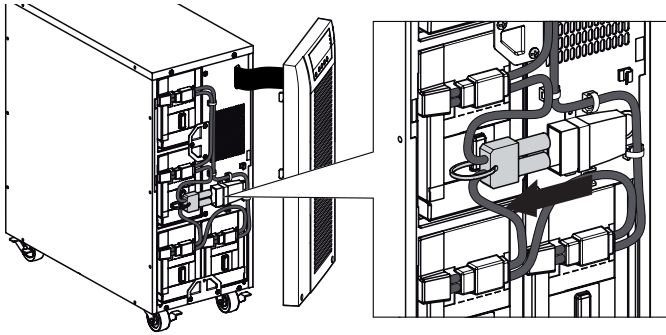

Abbildung 28. Trennen der internen Batterien der USV.
Vergewissern Sie sich vor dem Transport der USV, dass die USV vom Versorgungsnetz getrennt und ausgeschaltet ist. Trennen Sie anschließend den Anschluss der internen USV-Batterie (siehe Abbildung 28 auf Seite 28 für Tower Modelle).
2. Trennen Sie die Steckverbindung der internen Batterien (siehe Abbildung 28).